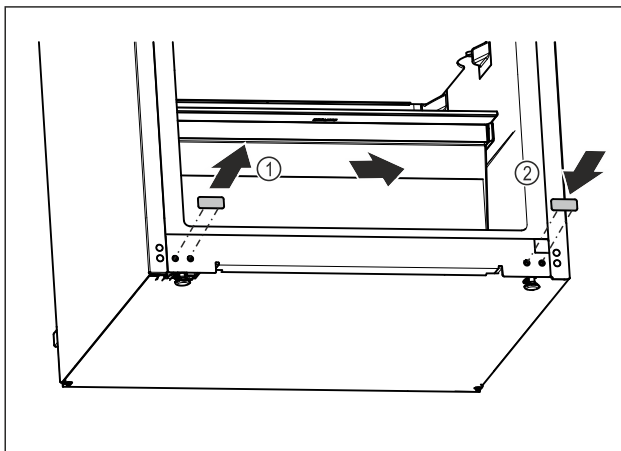

Fig. 20
- ▶ Izvelciet nosedzošo aizbāzni. Fig. 20 (1)
- ▶ Ievietojiet nosedzošo aizbāzni pretējā pusē. Fig. 20 (2)